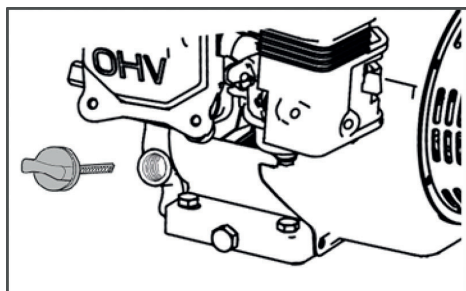

рис. 5.
- Выкрутите крышку-щуп маслозаливной горловины и извлеките щуп (Рис. 5).